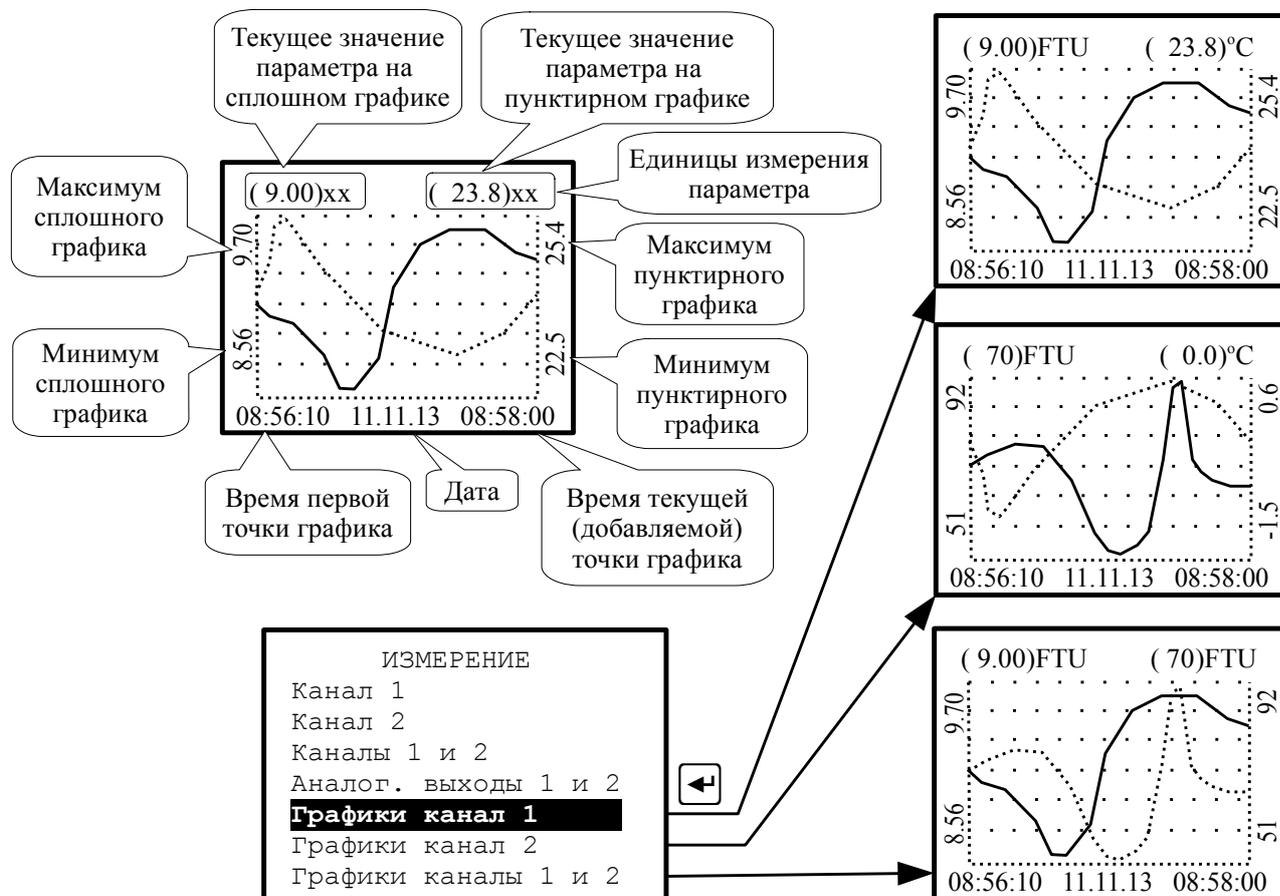

Рисунок 13 - Выбор графического отображения измеренных параметров
- отображение измеренных параметров в виде графиков (Рисунок 13).